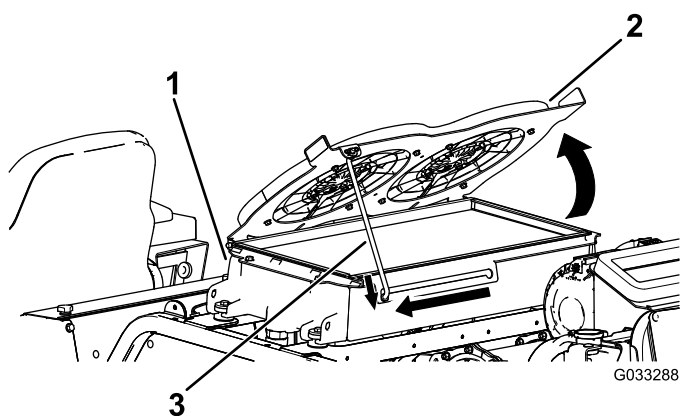

Рисунок 121
2. Поверните вентиляторы охлаждения гидравлической жидкости вверх и зафиксируйте опорную стойку в выемке (Рисунок 121).